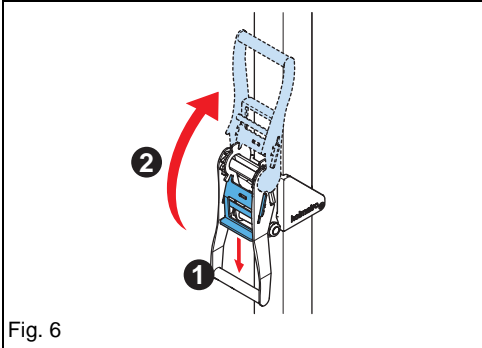

Fig. 6
- 释放棘轮机构。参见 Fig. 6。
- 松开张紧带。参见 Fig. 6。